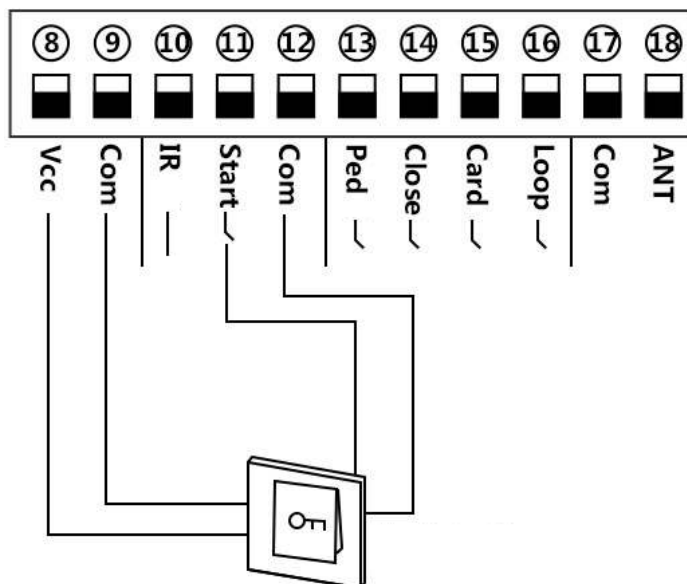

Рис. 12. Подключение кнопки управления
Для подключения кнопки управления, внешнего радиоприёмника или любого другого устройства с импульсным выходом подключите его к клеммам Start (11) и Com (12), в случае необходимости питания внешнего устройства 12VDC подключите клеммы Com (9) на плате управления приводом к клемме “ - ” на внешнем устройстве, а клемму Vcc (8) на плате управления приводом к клемме “ + ” на внешнем устройстве (см. Рис. 12). При подаче команд от внешнего устройства управления привод будет работать в режиме Открыть – Стоп – Закрыть.